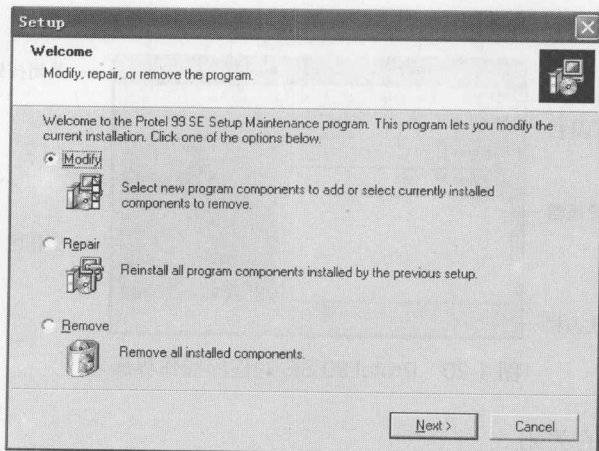

图 1-18 Protel 99 SE 的更改/删除程序界面
② 单击“更改/删除”命令，弹出如图 1-18 所示更改/删除 Protel 99 SE 程序界面。其中“Modify”命令用于更改程序，如增加或删除部分程序组件，“Repair”命令用于预安装